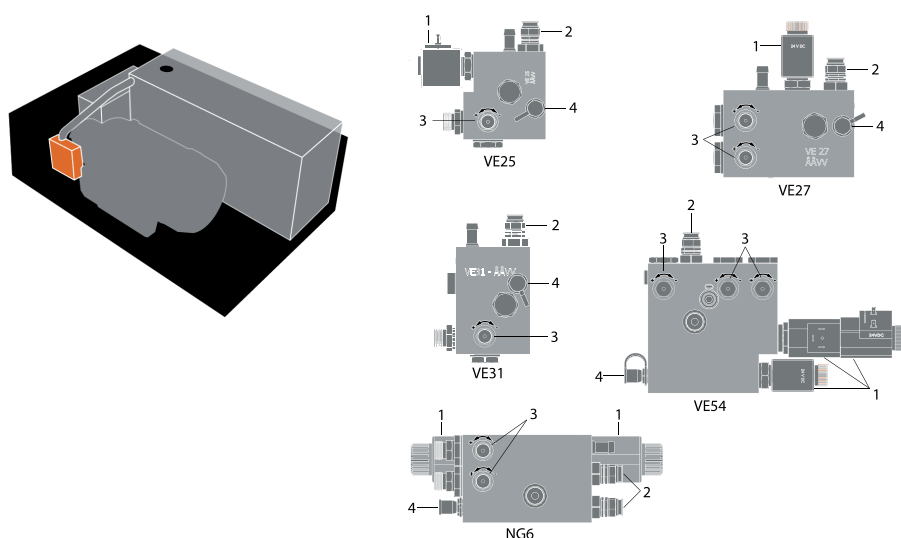

Bild 25 Das Ventilpaket ist am Hydraulikaggregat montiert. Es gibt unterschiedliche Arten von Ventilpaketen, abhängig vom Produkt und dessen Konfiguration.
1. Es gibt unterschiedliche Arten von Ventilpaketen, abhängig vom Produkt und dessen Konfiguration. Prüfen Sie, mit welcher Art von Hydraulikpaket Ihr Produkt ausgerüstet ist, siehe Abbildung 25.
2. Schließen Sie ein passendes Manometer an den Anschluss an, siehe Pos. 4, Abbildung 25. Der Anschluss ist mit einem Schutzdeckel ausgestattet, der vor dem Anschließen entfernt werden muss.